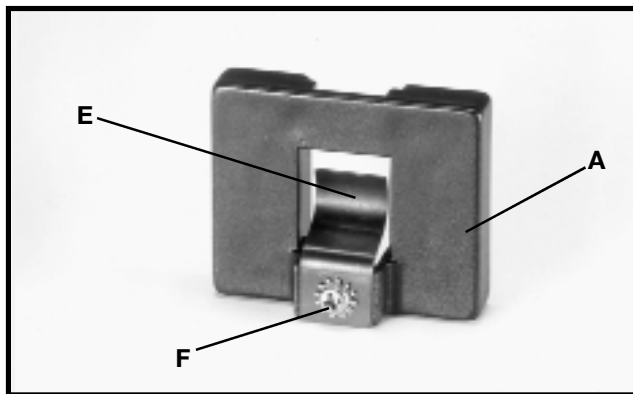
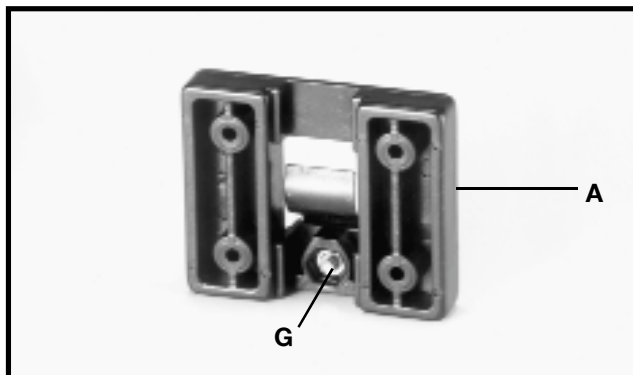

Fig. 24
Fig. 25
1. Ensamble la pinza de resorte (E), Fig. 24, al sujetador del calibrador de inglete (A) como se muestra, utilizando un tornillo de cabeza troncocónica M4 x 0,7 x 10 mm (F), una arandela de bloqueo de 4,763 mm (3/16") y una tuerca hexagonal M4 x 0,7. NOTA: la tuerca hexagonal (G), Fig. 25, encajará en la cavidad en la parte posterior del sujetador del calibrador de inglete (A) para fijar la pinza de resorte (E), Fig. 24, al sujetador del calibrador de inglete.